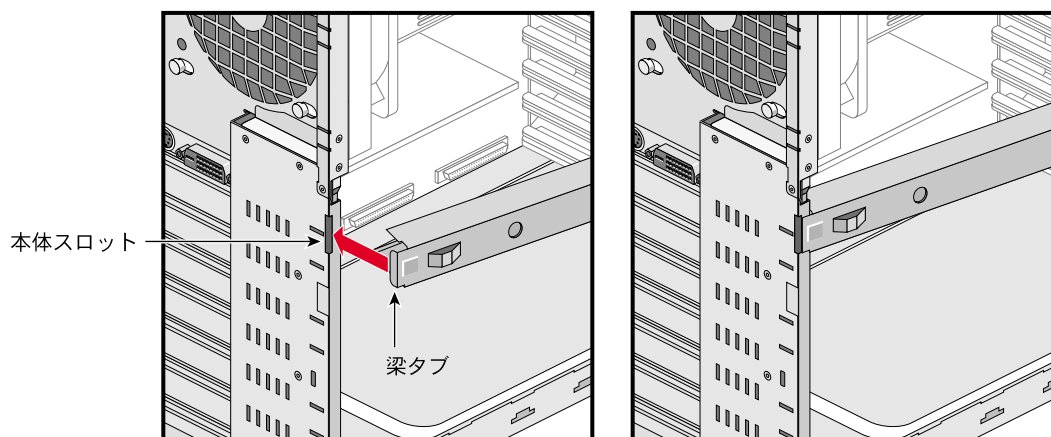

図 2-6 梁タブと本体スロットの位置
1. 梁の左側にあるタブを本体スロットにかけます。図 2-6 に、梁タブと本体スロットの位置を示します。
2. 梁の右側の部分を本体に向かって押し込み、本体の右側のスロットに梁の右側のタブが収まるようにします。図 2-6 に、タブとスロットの位置を示します。